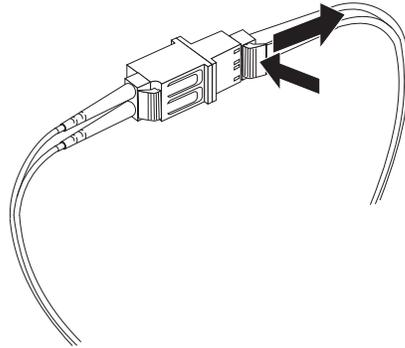

Figura 27. Removendo o cabo LC-LC Fibre Channel de um adaptador de cabo LC-SC Fibre Channel
2. Puxe cuidadosamente o conector para removê-lo. Certifique-se de segurar o conector e não o cabo ao remover o cabo LC-LC do adaptador do cabo LC-SC conforme mostrado na Figura 27.